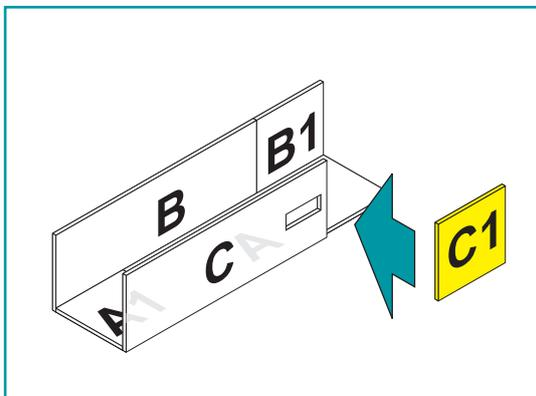

figura 6
2.2.5 Monte el panel C1 a los paneles A y C. (figura 6)